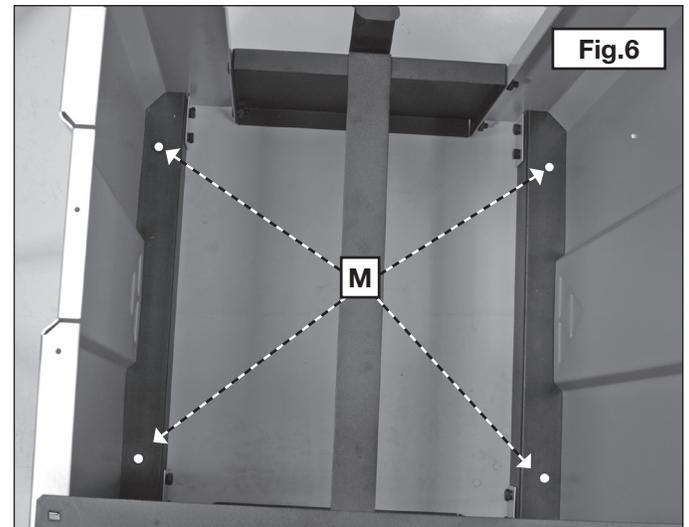

Fig.6
Si lo desea, puede fijar la base al piso. Para ello, puede usar los cuatro orificios (M) Fig. 6.